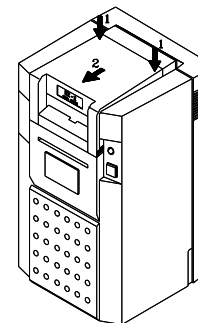

рис. 2.3.1
3. Осторожно надавив большими пальцами потянуть верхнюю крышку вперед и снять. (См. рисунок 2.3.1 и 2.3.2)